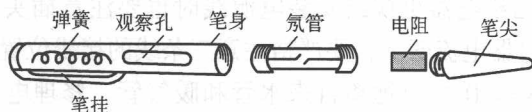

图 1-4 试电笔的结构
(1) 在处理供电线路问题的操作之前，要切断总电源开关。
(2) 移动电器设备之前要拔下电源插头或切断相应电源开关，使电器设备彻底脱离交流电网。
(3) 修理操作之前要注意检查被修电器电路板与 220V 交流电的关系（彼此隔离的称为冷板，相互连通的称为热板），有条件的应置备相应容量的隔离变压器。在带电检测中要养成单手操作的习惯。
(4) 接触带电设备的金属外壳时，要先用试电笔检测确认不带电后再做其他操作。试电笔结构如图 1-4 所示。